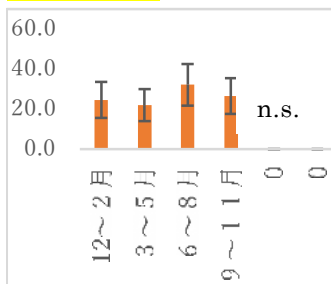
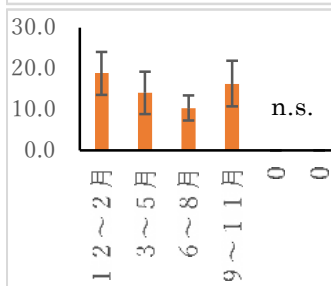

図1 計算で求めた確率と実際に発表された確率の差の平均(前橋)
図3 計算で求めた確率と実際に発表された確率の差の平均(那覇)
- ① 図1～図3より、季節によって、計算で求めた確率と実際に発表された確率の差の平均に有意な差は見られなかった。
- ② ①より、3地点ともに、季節ごとに計算で求めた確率と実際に発表された確率の差の平均に有意な差は見られなかった。